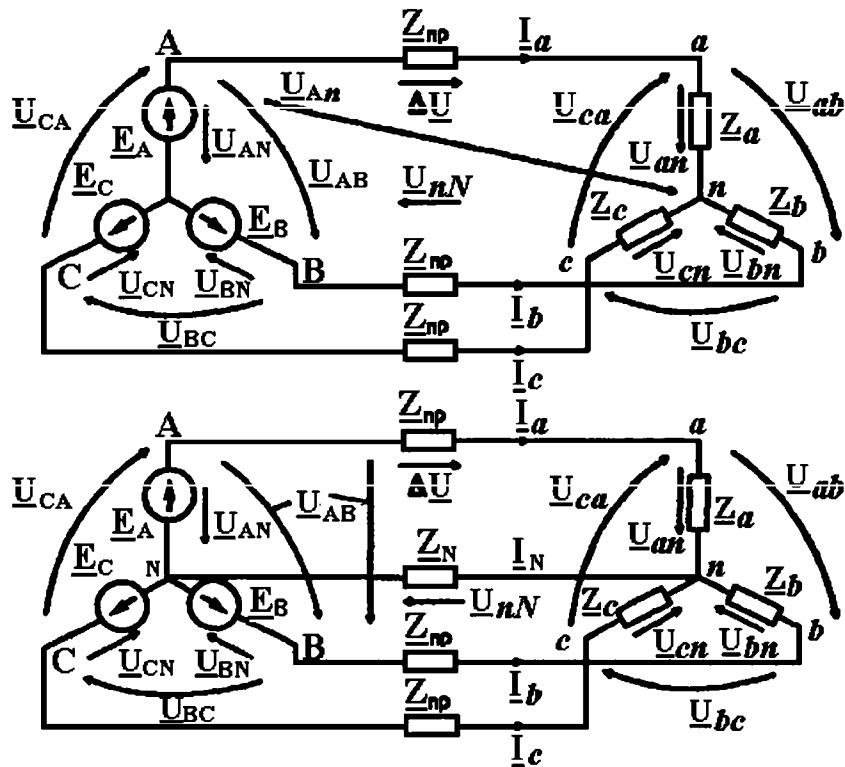
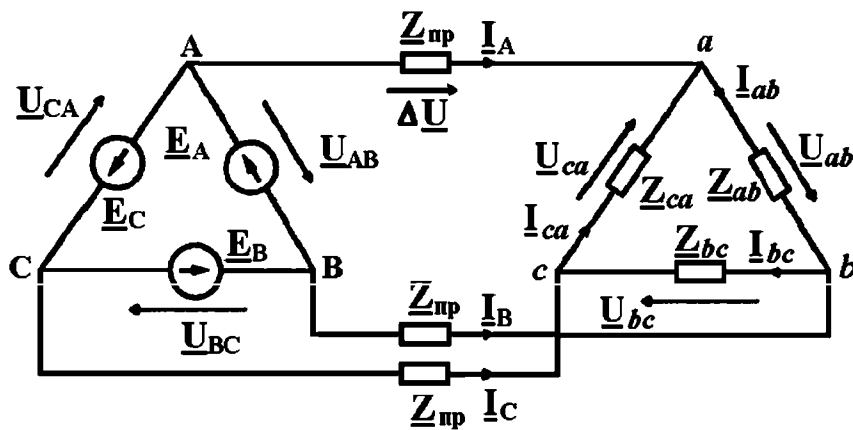

Рис. 1.13. Соединение фаз звездой без нейтрали и с нейтралью
Рис. 1.14. Соединение фаз треугольником
9. Связанная трехфазная цепь – цепь, в которой все фазы электрически соединены. Основными способами соединения фаз являются соединения звездой (рис. 1.13) и треугольником (рис. 1.14).